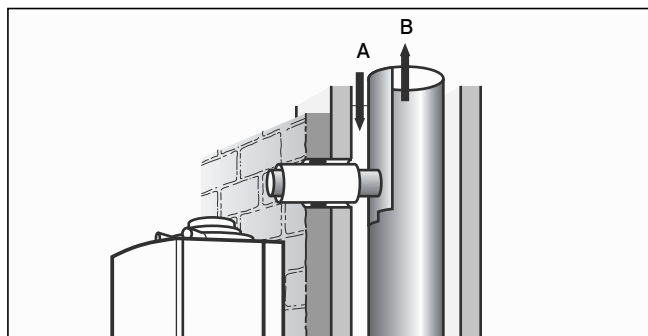

Рис. 4.12 Укорачивание длины трубы газопровода и установка трубы воздухопровода
- Создайте на LAS подсоединение согласно рис. 4.12 и в соответствии с размерами из главы 3. Эти размеры позволяют боковую установку прибора или установку непосредственно на наружной облицовке.